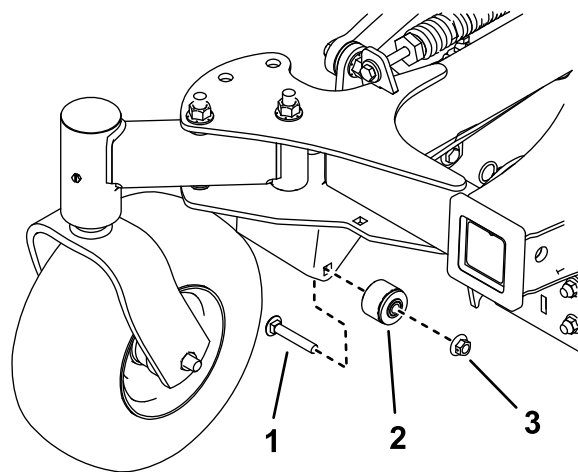

Figure 25
9. Déposez les deux bagues (**Figure 25**).